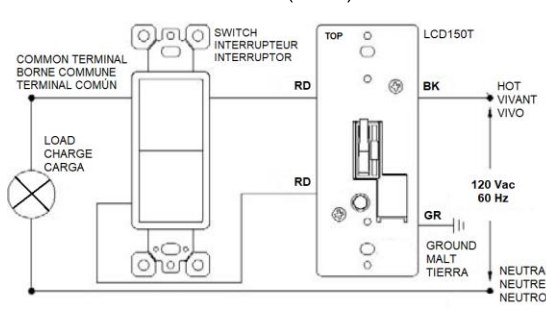

FIG. 5
- 6B. Câblage à 3 voies.** Raccorder les fils conformément au diagramme (FIG. 5) comme suit :
- 6B. Cableado de 3 vías.** Conectar los cables según el diagrama (FIG 5) de la siguiente manera:
6B. 3-way wiring. Connect wires per diagram (FIG 5) as follows: